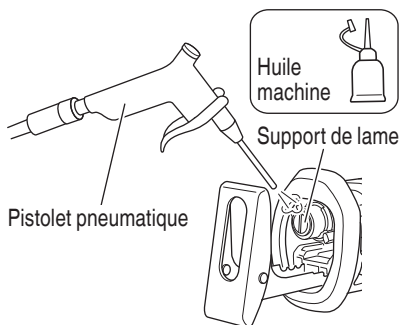

Fig. 6
- (1) Après l'utilisation, souffler toute sciure, terre, sable, humidité, etc. à l'aide d'une brosse, etc., pour garantir le bon fonctionnement de la monture de lame.
- (2) Comme indiqué sur la Fig. 6, graisser périodiquement tout le pourtour du support de lame avec du fluide de coupe, etc.